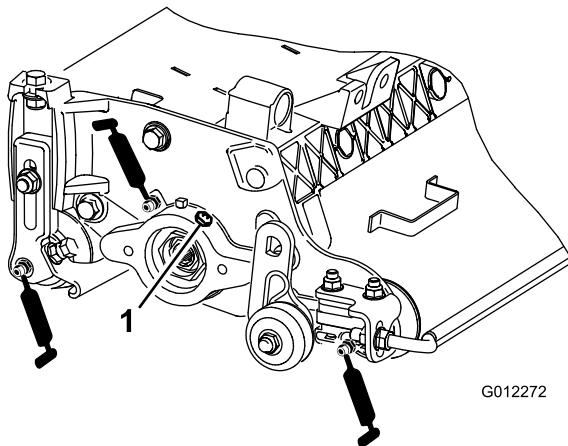

図8
1台のバーチカッターに7カ所のグリスピントがありますから(図8)、1週間ごとにそれぞれのポイントにNo.2リチウム系汎用グリスを補給してください。
2. きれいなグリスがローラのシールやベアリングの逃がしバルブからはみ出していくまでグリスを注入する(図8)。